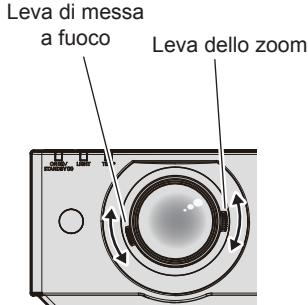

Fig. 1
1) Regolare zoom e messa a fuoco. (Fig. 1)